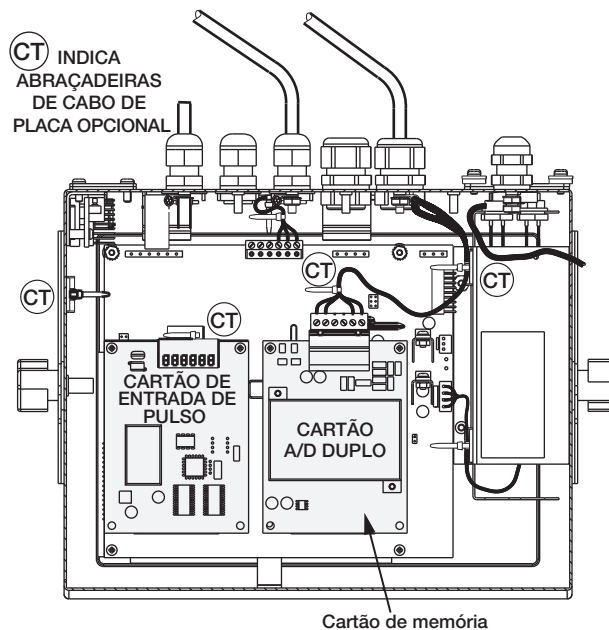

Figura 2-10. Placas Opcionais Instaladas, Mostrando os Cabos Presos
4. Faça as conexões aos cartões opcionais conforme, necessário. Use presilhas para prender os cabos soltos no interior do gabinete, como mostrado na Figura 2-10. Quando a instalação estiver concluída, remonte o gabinete.